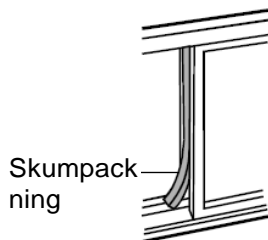

Bild 15
5. Skär skumpackningen till passande längd och täta den öppna spalten mellan övre och undre fönsterblad. Visas på bild 15.